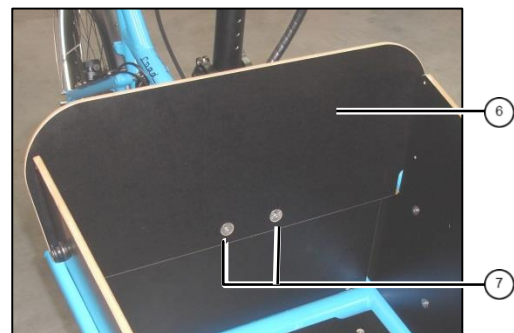

Abb. 3: Cargo-Rückwand
5. Cargo-Rückwand ⑥ mit Senkkopfschrauben ⑦ montieren (siehe Abb. 3).